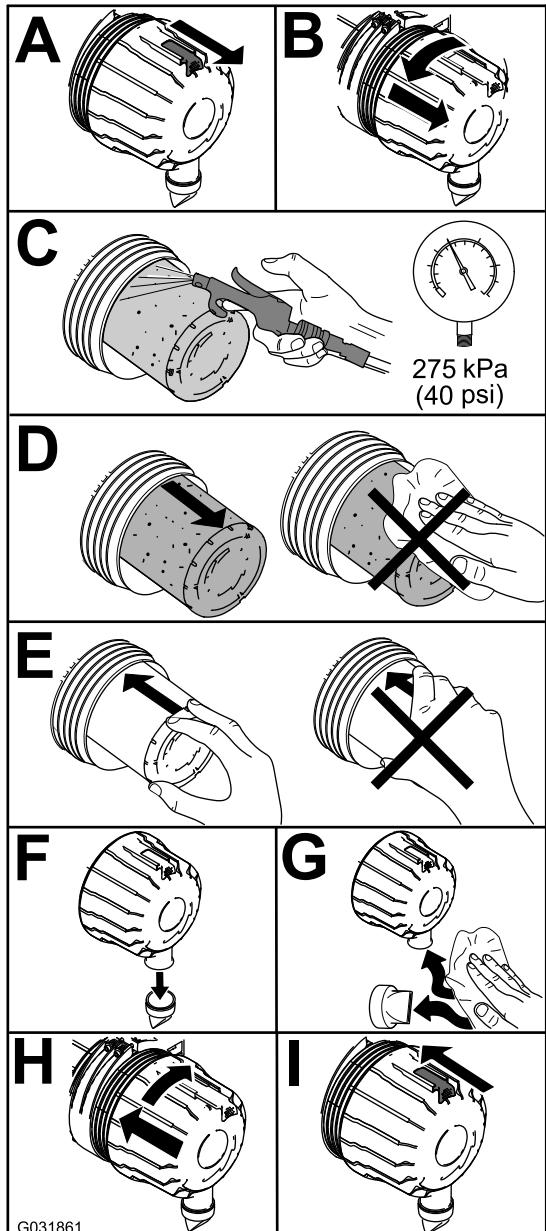

Figura 89
1. Sostituite il filtro dell'aria (Figura 89).
Importante: Non cercate mai di pulire il filtro di sicurezza (Figura 89). Sostituitelo ogni 3 interventi di manutenzione sul filtro primario.